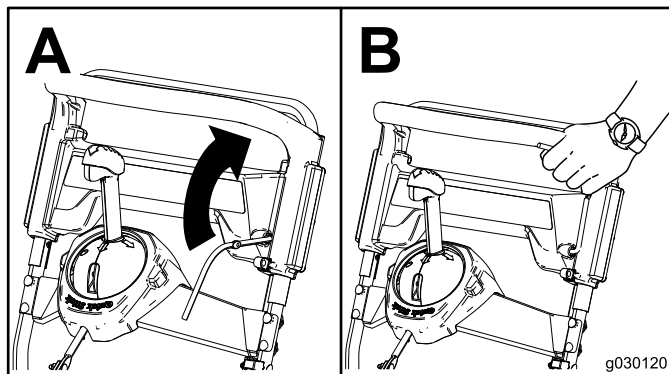

Figure 12
**Remarque:** Amorçez le moteur en B de la Figure 12 conformément au tableau suivant :